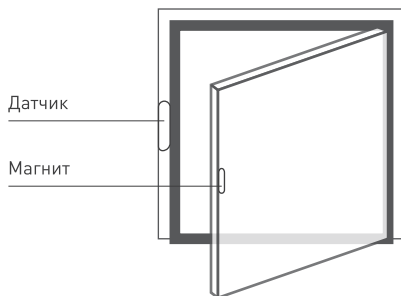

Рисунок 3. Установка датчика.
- 3.6. Установите датчик на место, используя прилагаемые крепежные элементы. Датчик с элементом питания должен быть установлен на неподвижную часть контролируемого проема (короб двери, наличник, и т.п.), а подвижный магнит — на полотно двери или фрамугу окна (см. рисунок 3).